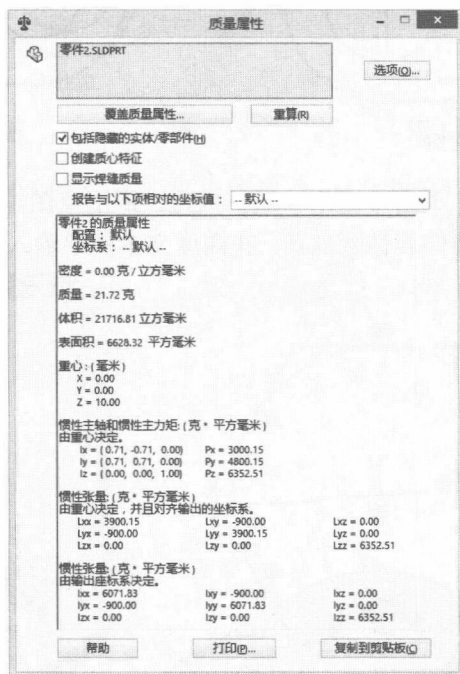

图 1.13 【质量属性】对话框
(6) 选择【评估】|【质量属性】命令，弹出【质量属性】对话框，如图 1.13 所示。由此对话框可知如下信息：